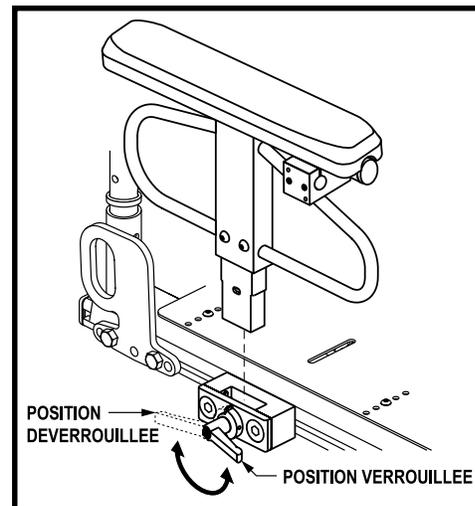

Figure 14. Enlèvement/Installation accoudoir enfichable usage intense
1. Tournez le levier de blocage de l'accoudoir vers l'arrière. Voir la figure 14.
1. Placez le module d'accoudoir dans le verrou de montage. Voir la figure 14.
1. Tournez le levier de blocage de l'accoudoir vers l'arrière et soulevez le module d'accoudoir. Voir la figure 14.